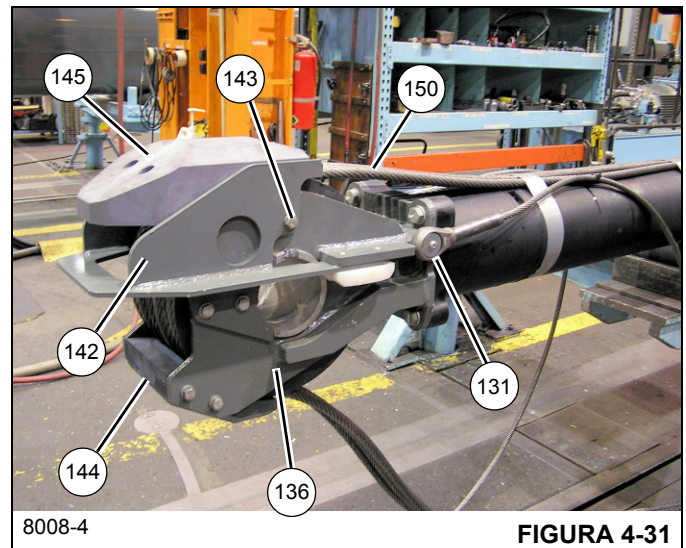

FIGURA 4-31
13. Instale los cuatro pernos niveladores (93) y las ocho tuercas (28) en la punta de la pluma.
14. Fije los extremos opuestos de los dos cables de retracción de la sección telescópica 4 (131) al miembro soldado del montaje de la polea del cilindro telescópico (136) utilizando los pernos (149) y las arandelas planas (148) (vea la Figura 4-31).